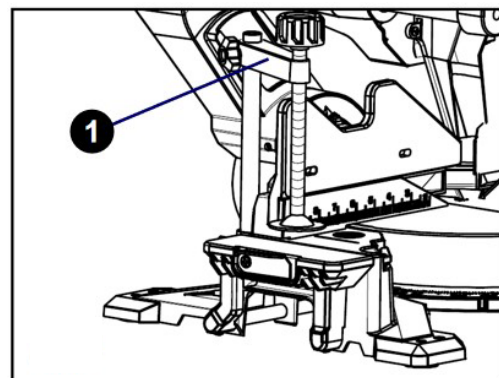

Abb. 5: Montage der Klammer
Schritt 4: Heben Sie den Spannbügelgriff (Pos.1, Abb. 5) an, um die Klammer je nach Bedarf nach oben oder unten zu bewegen. Senken Sie den Griff der Werkstückklammer, um das Werkstück zu arretieren.